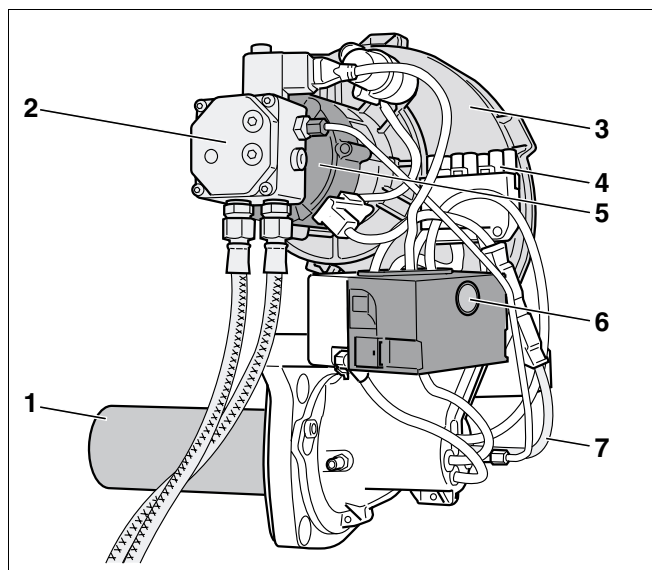
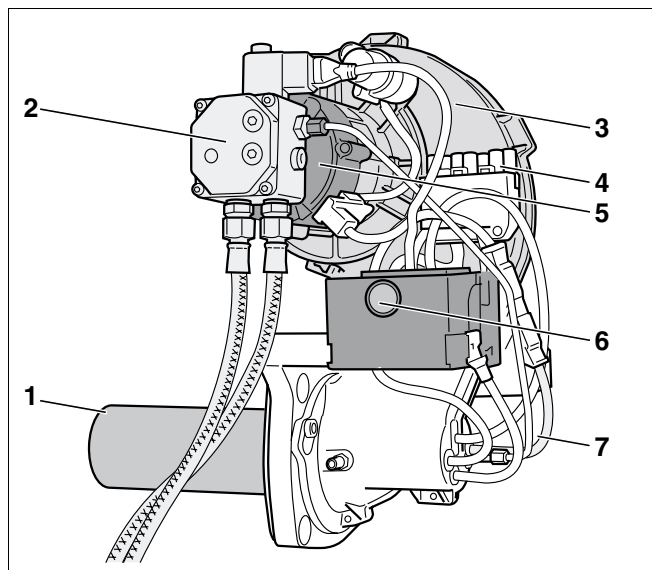

Fig. 1 Arzător Logatop BE 1
Fig. 2 Arzător Logatop BE 2
- Țeava arzătorului (Fig. 1 și Fig. 2, **Poz. 1**)
- Pompa de combustibil lichid cu magnetventil și furtune pentru racordul combustibilului lichid (Fig. 1 și Fig. 2, **Poz. 2**)
- Carcasa arzătorului (Fig. 1 și Fig. 2, **Poz. 3**)
- Racordul arzătorului pentru fișa heptagonală a arzătorului (Fig. 1 și Fig. 2, **Poz. 4**)
- Motorul arzătorului (Fig. 1 și Fig. 2, **Poz. 5**)
- Automat de ardere pe combustibil lichid cu senzor de impurități (Fig. 1 și Fig. 2, **Poz. 6**)
- Senzor de flacără (Fig. 1 și Fig. 2, **Poz. 7**)
Arzătorul (Fig. 1 sau Fig. 2) este gata legat la aparatul de reglare printr-o legătură cu fișă (fișa heptagonală a arzătorului).
Legenda pentru Fig. 1 și Fig. 2: